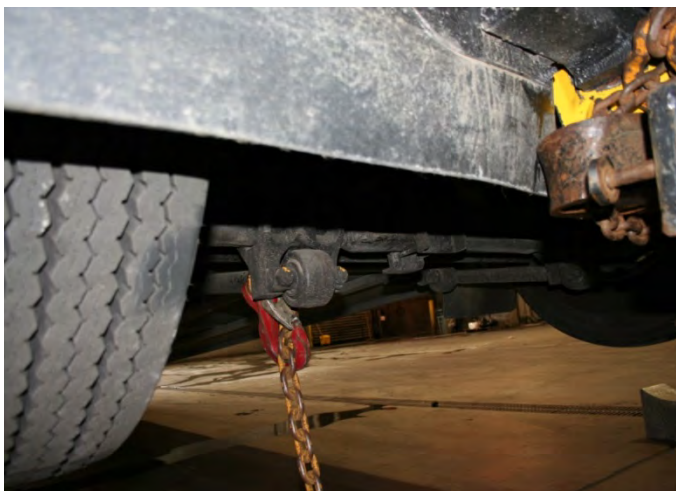

FIGURE 38
8. Attacher deux chaînes ensemble pour fixer les oeillets de remorquage au support sur la barre de remorquage (Figure 38).
9. Attacher les deux chaînes de sécurité de la dépanneuse des deux barres d'accouplement inférieures du véhicule (Figure 38) aux oeillets de remorquage du véhicule (Figure 38).